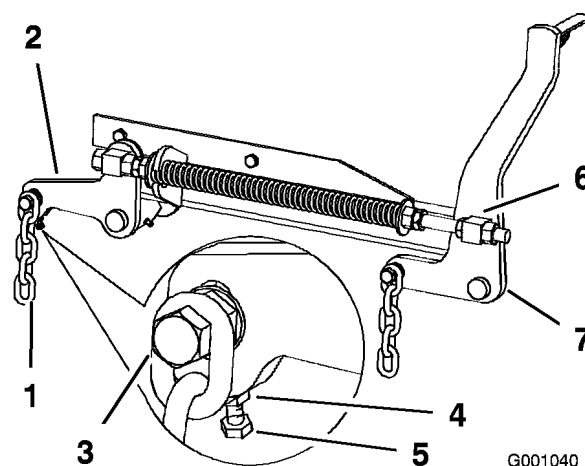

Figure 58
- Si la distance mesurée au point **B** ou **C** n'est pas correcte, desserrez le boulon de fixation de la chaîne arrière au bras de support arrière (Figure 58).
- Desserrez l'écrou de blocage sous le bras de support arrière et agissez sur le boulon de réglage de manière à obtenir une distance de 79 à 83 mm (Figure 58).
7. Desserrez d'environ 13 mm les écrous de blocage à l'avant des pivots avant gauche et droit (Figure 58).
8. Réglez les écrous de relevage sur les côtés gauche et droit de la machine de manière à abaisser l'avant de 6 à 10 mm au point **A** par rapport au point **B** à l'arrière (Figure 58).